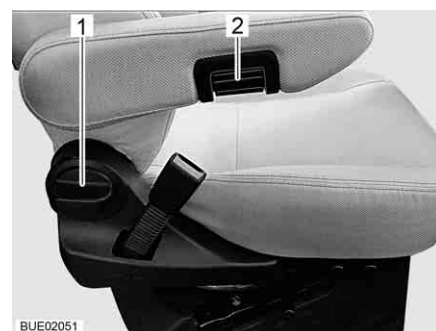

Fig. 25 Regolazione dei braccioli
- Ruotare la maniglia girevole (Fig. 25,1). A seconda della direzione di rotazione lo schienale si muove in avanti o indietro.
- Ruotare la rotella zigrinata (Fig. 25,2). A seconda della direzione di rotazione il bracciolo si muove verso l'alto o verso il basso.